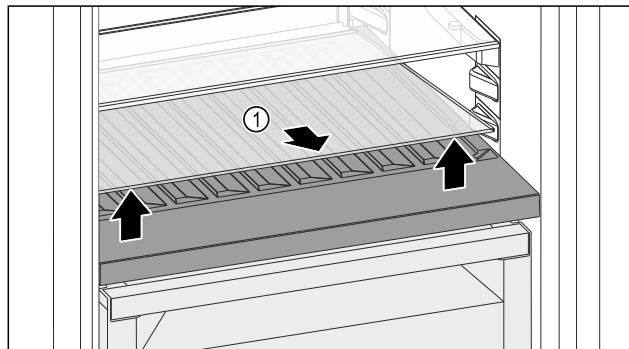

Fig. 98
- ▶ Dvignite stekleno ploščo *Fig. 98 (1)* pri odprtini spredaj in jo odstranite.
- ▶ Stekleno ploščo *Fig. 98 (1)* varno shranite zunaj naprave.